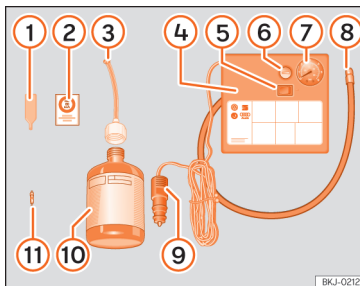

Abb. 41 Prinzipdarstellung: Bestandteile des Pannensets.
Das Pannenset befindet sich im Gepäckraum unter dem Bodenbelag. Es besteht aus folgenden Bestandteilen » Abb. 41:
- Ventilkappe und Ventileinsatz vom Reifenventil abschrauben. Verwenden Sie den Ventileinsatzdreher » Abb. 41 1 zum Heraus-schrauben des Ventileinsatzes. Legen Sie den Ventileinsatz auf einem sauberen Untergrund ab.
- Reifendichtungsmittelflasche kräftig schütteln » Abb. 41 10.
- Schrauben Sie den Einfüllschlauch »» **Abb. 41 ③** auf die Dichtmittelflasche. Die Folie am Verschluss wird automatisch durchstoßen.
- Verschlussstopfen vom Einfüllschlauch »» **Abb. 41 ③** entfernen und das offene Ende ganz auf das Reifenventil stecken.
- Ventileinsatz mit dem Ventileinsatzdreher »» **Abb. 41 ①** wieder in das Reifenventil schrauben.
- Reifenfüllschlauch »» **Abb. 41 ⑧** des Luftkompressors fest auf das Reifenventil schrauben.
- Prüfen, ob die Luftablassschraube »» **Abb. 41 ⑥** zuge dreht ist.
- Stecker »» **Abb. 41 ⑨** in die 12 Volt-Steckdose des Fahrzeugs stecken »» **Seite 169**.
- Luftkompressor mit dem EIN- und AUS-Schalter »» **Abb. 41 ⑤** einschalten.
- Kleben Sie den Aufkleber »» **Abb. 41 ②** im Sichtfeld des Fahrers auf das Kombi-Instrument.
Den Reifenfüllschlauch »» **Abb. 41 ⑧** wieder anschließen und den Reifenfülldruck an der Reifenfülldruckanzeige **⑥** ablesen.